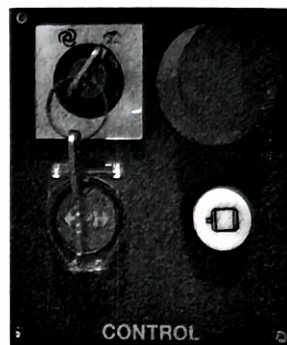

图 2-84 步骤 1)
- 1) 转动机器人控制柜上的模式选择开关，将机器人的操作模式改为手动模式，如图 2-84 所示。